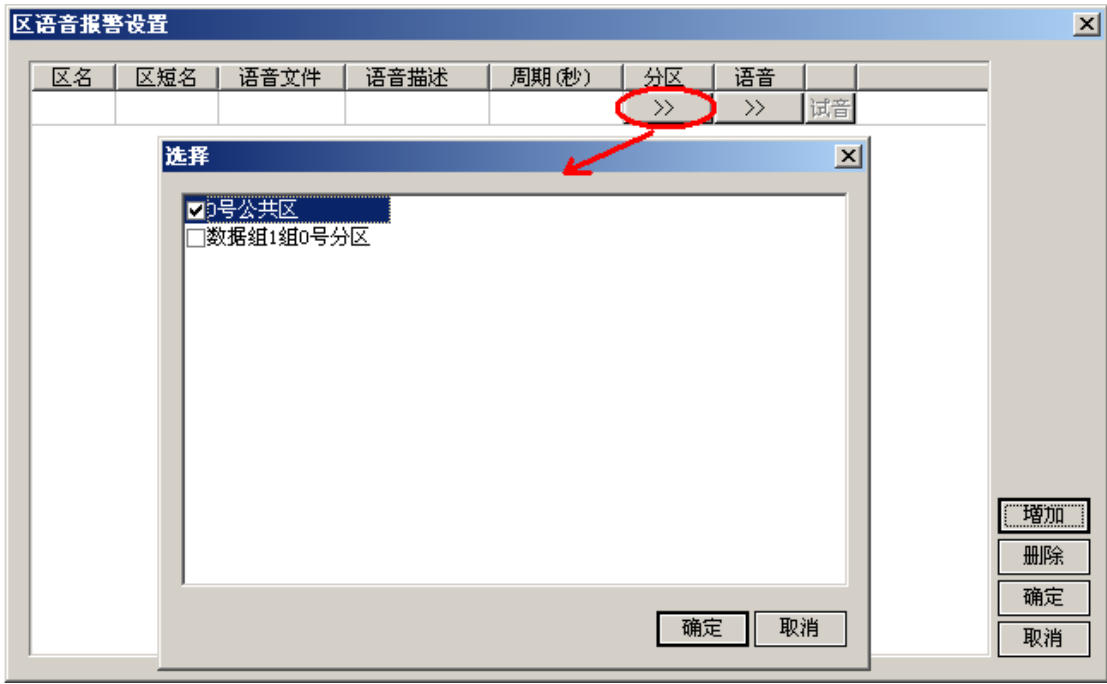

图 7-41 区语音报警的分区选择
- 点击“分区”栏的 >> 按钮，将弹出如图 7-41所示的数据区选择面板。选择其中一个分区，点击“确定”，区名和区短名就会出现在“区语音报警设置”界面相应的栏里。